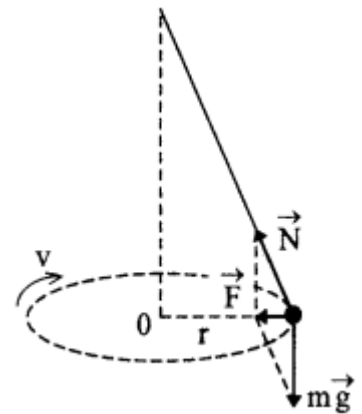

Рис. 1.
4. Прикрепив к бруску динамометр, как можно более равномерно тянуть его вдоль линейки. Зафиксировать показания динамометра (рисунок 1).